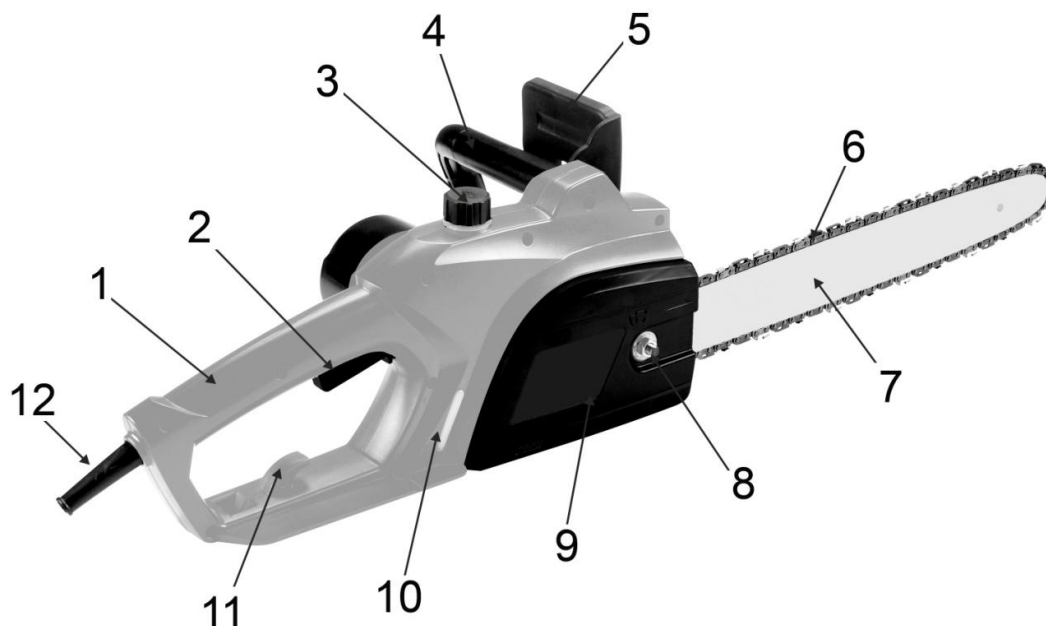
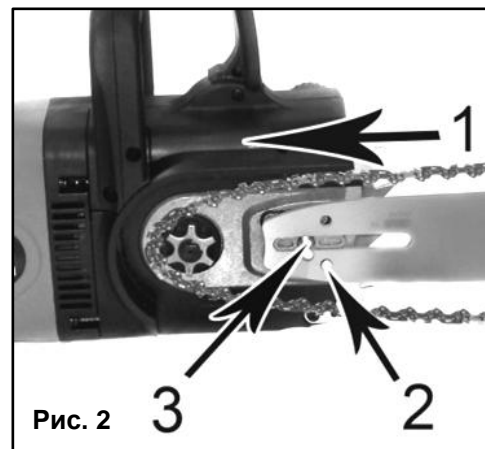

Рис. 1
Рис. 2
Щиток тормоза цепи (5)(См. Рис.1).
- Для безопасности, цепная пила оснащена инерционным тормозом цепи (4)(См. Рис.1). Тормоз цепи также может включиться автоматически в случае резкого, сильного отскока, который вызывается прикосновением конца пилы к древесине во время работы. Тормоз цепи установлен, чтобы блокировать пильную цепь перед стартом и для моментальной остановки в экстренных случаях.
- Убедитесь, что щиток тормоза цепи (5) сдвинут в положение ВКЛ (вперед) (См. Рис. 1).
- Отвинтите крепящую гайку шины (8)(См. Рис.1).
- Снимите крышку тормоза цепи (9), потянув ее вверх.
- Установите пазовую часть пильной направляющей шины на шинные болты. Совместите выравнивающий штифт и его посадочное отверстие в направляющей шине (2). Продвиньте шину немного вперед на муфту сцепления (Рис. 2).
- Открутите крышку наливной горловины бака (3)(См. Рис.1).
- Залейте необходимый объем масла в бак, контролируя его уровень по мерному окну (10)(См. Рис.1).